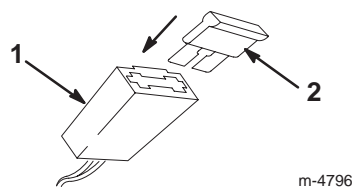

Figura 7
- Inserte el fusible en el portafusibles según muestra la Figura 7.